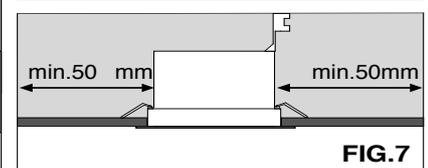

FIG.7
- Prima di installare l'apparecchio controllare che all'interno del controsoffitto vi siano minimo 50 mm di distanza tra l'apparecchio ed eventuali pareti laterali. **FIG.7**
- Before installing the light fixture, check that at the inside of the false ceiling you have a minimum distance of 50 mm between the light fixture and eventual walls. **FIG.7**
- Avant d'installer l'appareil, contrôler que dans l'intérieur du faux plafond il y ait une distance minimum de 50 mm. entre l'appareil et les éventuelles parois. **FIG.7**
- Kontrollieren Sie bei der Montage des Apparates dass in der Zwischendecke und einer eventuellen lateralen Wand eine Distanz von Minimum 50 mm ist. **FIG.7**